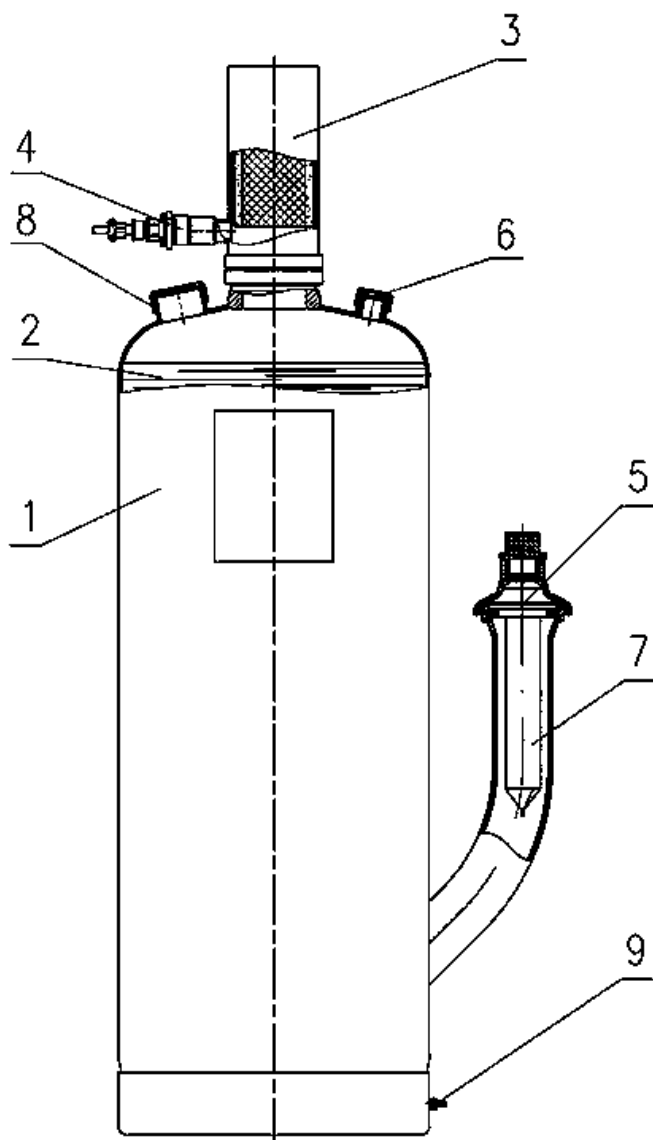

Рис.2. Устройство модуля пожаротушения тонкораспылённой водой «Буран 50ТВ».
4.1. Модуль после сборки (рис. 2) представляет собой герметичную конструкцию, состоящую из стального корпуса 1, заполненного огнетушащим веществом 2, газогенератора 3, электровоспламенителя 4, разрывной мембраны модуля 5, предохранительной мембраны 6. В направляющей горловине модуля установлен сетчатый фильтр 7. На верхней части корпуса имеется заливная горловина 8, на нижней - узел заземления 9.
В период эксплуатации модуля доливка ОТВ в модуль выполняется через заливную горловину (Рис.2). Для этого необходимо Открутить крышку заливной горловины, снять паронитовую прокладку, долить ОТВ через воронку, проконтролировать уровень ОТВ в соответствии с п. 7.3. Уложить паронитовую прокладку на заливную горловину, закрутить крышку. Опломбировать соединение «крышка-корпус модуля»